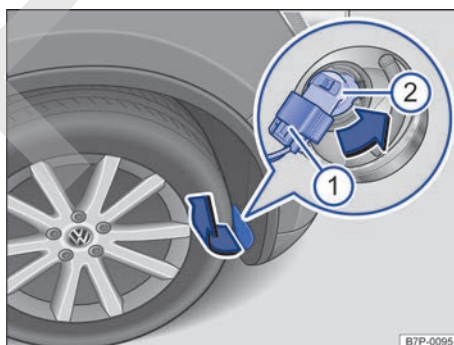

Fig. 245 En el guardabarros delantero derecho: cambio de lámpara en el faro.
3. Desmonte la tapa situada en el guardabarros haciendo palanca con cuidado, en el sentido de la flecha, con la punta plana del destornillador de las herramientas de a bordo → fig. 245.
4. Desbloquee el conector → fig. 245 ① y desacóplelo.
5. Gire el portalámparas → fig. 245 ② en el sentido de la flecha, en el sentido contrario al de las agujas del reloj, hasta el tope y extráigalo junto con la lámpara hacia atrás.
8. Acople el conector → fig. 245 ① al portalámparas ②. El conector debe encastrar de forma audible.
9. Coloque la tapa en el guardabarros → fig. 245.